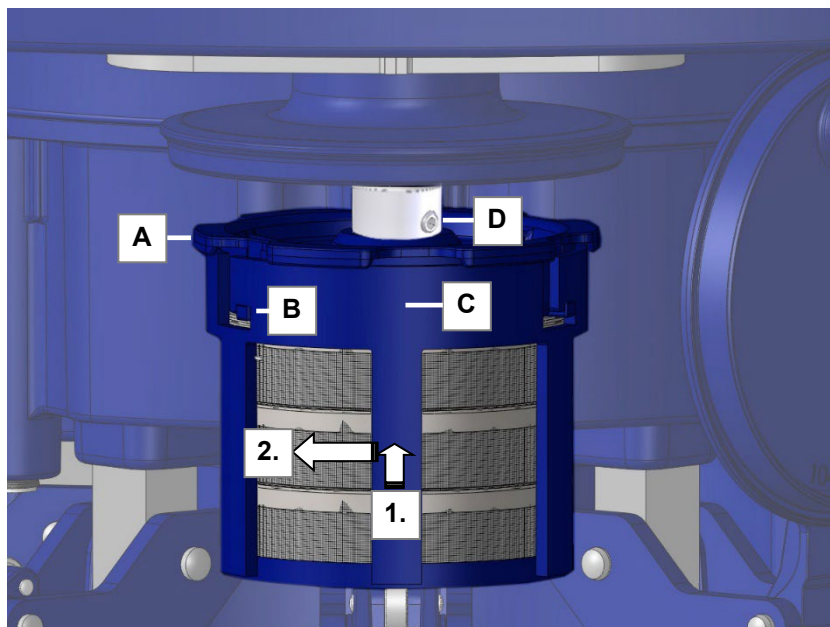

Fig. 6.2.1 Panier de nettoyage accroché
Une fois inséré dans sa monture (*fig. 6.2.1.C*), le panier de nettoyage est relié à la machine à l'aide d'une fermeture à baïonnette au niveau du support (*fig. 6.2.1.A*).
Saisissez le support (*fig. 6.2.1.A*) à l'aide d'une main puis poussez le panier de nettoyage légèrement vers le haut (*fig. 6.2.1-1.*) et tournez-le dans le sens inverse à celui des aiguilles d'une montre (*fig. 6.2.1-2.*) pour l'extraire des dispositifs de verrouillage (*fig. 6.2.1.B*).
- A Support** pour panier de nettoyage et porte-mouvements. Lors du retrait du panier de nettoyage, le support reste vissé à l'arbre d'entraînement par le biais de la tige filetée (fig. 6.2.1.D).
Fixez ensuite le panier de nettoyage dans le support de la machine (*fig. 6.2.1.A*).
Assurez-vous que le panier de nettoyage soit correctement encliqueté dans le dispositif de verrouillage (*fig. 6.2.1.B*).
Assurez-vous que le support soit correctement vissé sur les arbres d'entraînement (*fig. 6.2.1.D*).